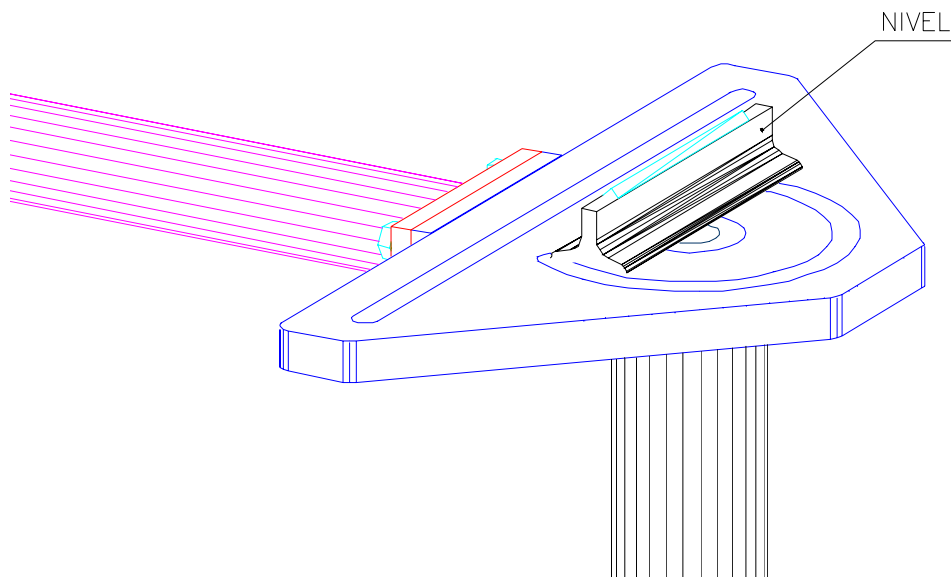

Figura No.1: -Nivelación de la máquina.
5.2 NIVELACION: Esta máquina, en todo su proceso de fabricación, fué diseñada y ensamblada teniendo en cuenta una nivelación precisa. Colocar el nivel de precisión sobre la platina principal y verificar la exactitud de nivelación a lo largo y ancho (en forma de cruz). La figura No.1 muestra la forma de realizarla.